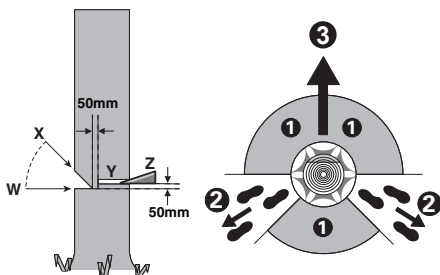

Figura 1
Faceți tăietura de doborâre (Y) cu cel puțin 50 mm mai sus decât tăietura orizontală de creștere prezentată în figura 1. Nu executați o tăietură de doborâre completă, ci doar atât de adâncă încât să mai rămână o legătură (adaos pentru doborâre), care să acționeze ca o balama. Astfel veți împiedica răsucirea copacului și căderea acestuia în direcție greșită. Nu tăiați complet marginea rămasă. În momentul apropierii tăieturii de doborâre de margine, copacul ar trebui să înceapă să cadă. În cazul în care se pare acesta nu va cădea în direcția dorită sau se înclină înapoi iar lanțul de ferăstrău se blochează, întrerupeți tăierea și introduceți pene de lemn, material plastic sau aluminiu (Z) în linia de tăiere dorită, pentru deschiderea tăieturii și doborârea copacului (3).
Când copacul începe să cadă scoateți ferăstrăul din tăietură, opriți-l, puneți-l jos și părăsiți zona periculoasă folosind calea de retragere stabilită (2). Fiți atenți la crengile care cad și evitați să vă împiedicați. (Vezi Figura 1)